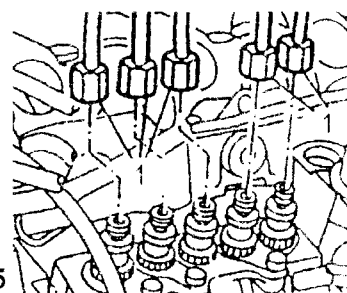

Fig. 15
Remover la tubería emisora (1) desde la bomba emisora de combustible (Fig. 15)